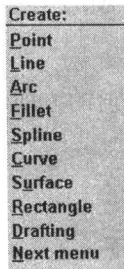

图 1.4
- ❑ Create（创建）：在此菜单中能进行点、线、圆、曲线等各种图素的创建以及倒角、尺寸标注等功能，如图 1.4 所示。